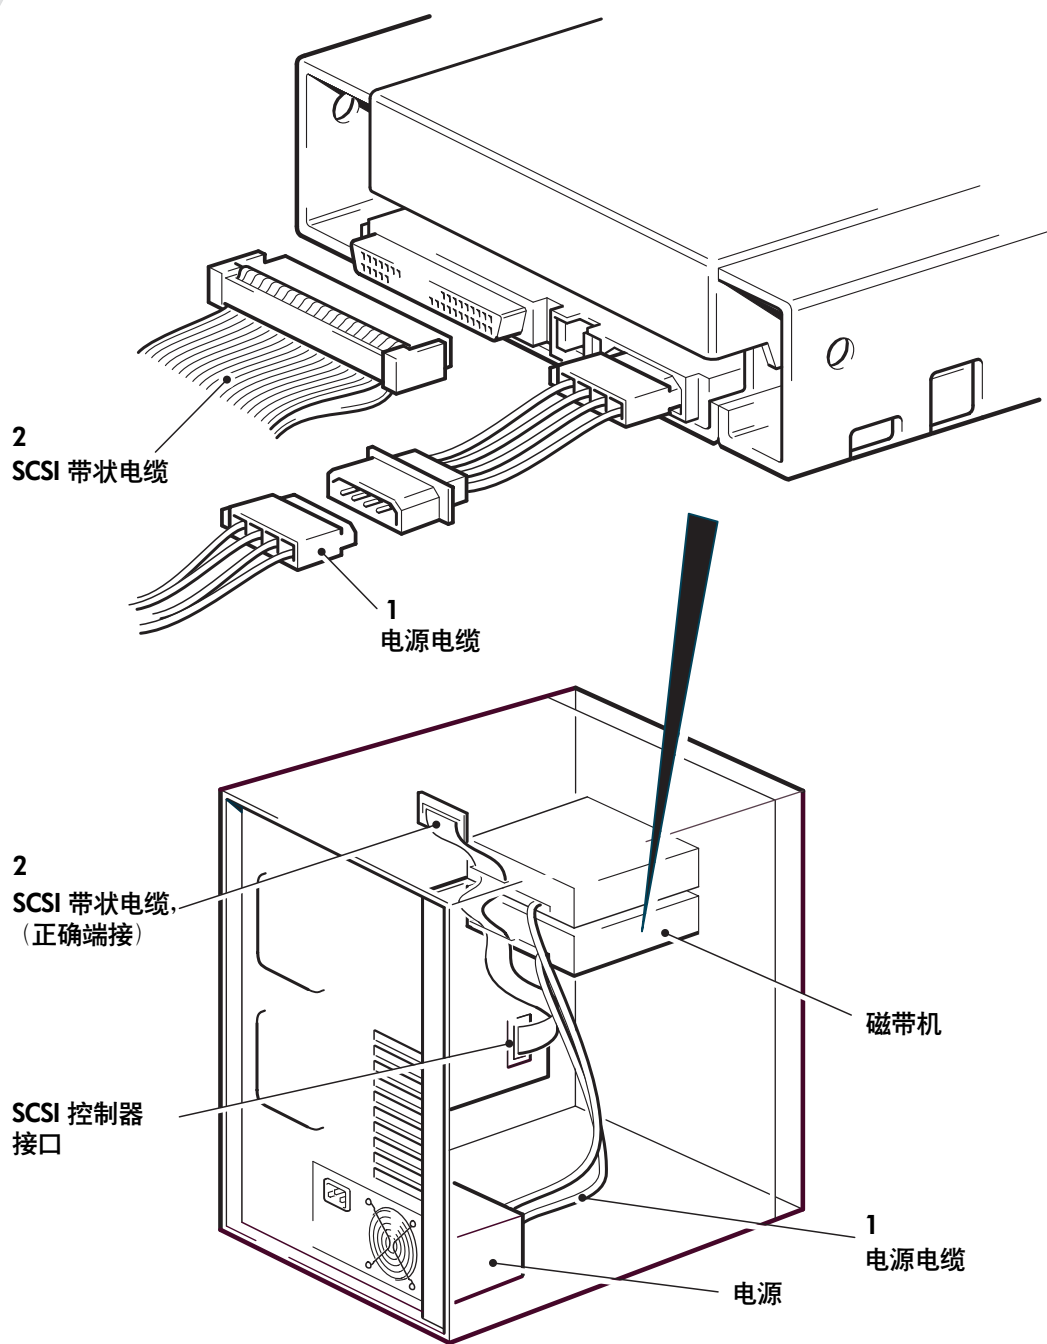

图 8: 连接电源和 SCSI 电缆
- 1 如图 8 第 1 项所示，用一条备用电缆将服务器的内置电源和电源接口相连。
- 2 如图 8 第 2 项所示，将服务器内置 SCSI 总线上的备用接口或 HBA 的 SCSI 带状电缆连接到磁带机上的 SCSI 接口。
因此，如果 HBA 是该总线上的第一个设备，应检查第二个端子是否放置在最后一个设备后面，如图 8 中的第 2 项所示。